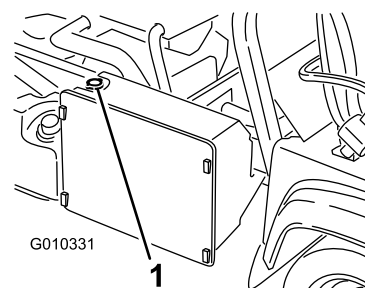

Рисунок 54
3. Снимите крышку радиатора (Рисунок 54).
4. Снимите крышку расширительного бачка (Рисунок 54).
7. Долейте жидкость в радиатор и установите на место крышку (Рисунок 54).